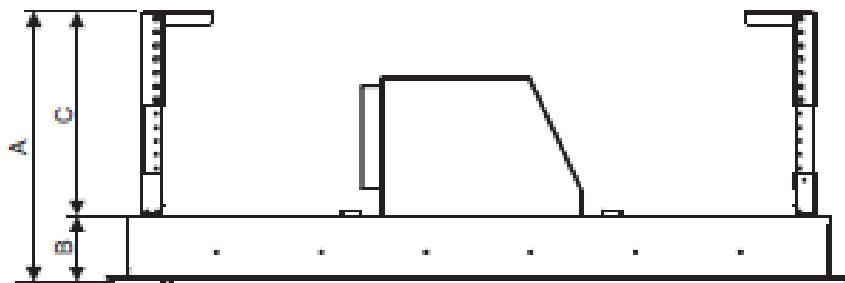

Afb. 2
3. Plaats de hangplaat op het plafond en teken de positie van de schroefgaten af (zie afb. 2). Boor 14 gaten met een diameter van 8 mm in het plafond. De 2 hangplaten moeten stevig aan het plafond worden bevestigd met behulp van 14 expansiebouten (of 14 ST6 x40MM tapbouten en muurpluggen). Zie afb. 3